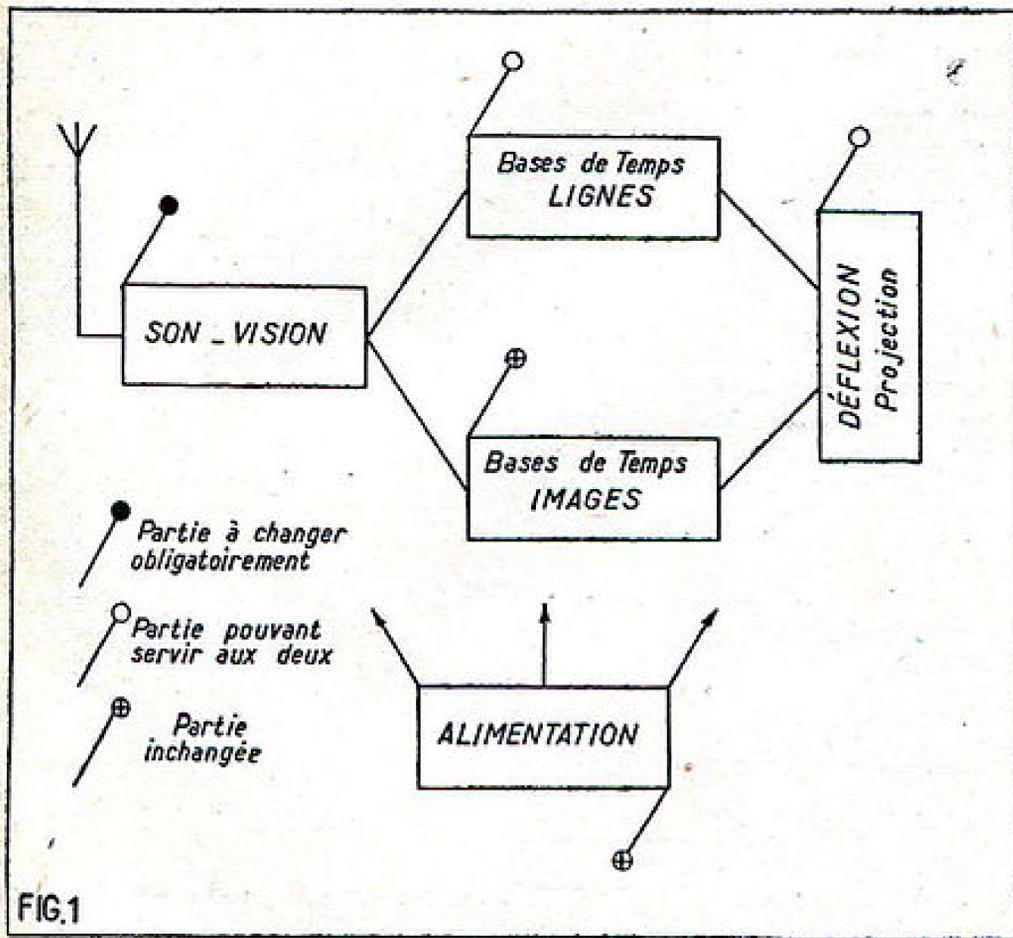

Figure 1. — Indications schématiques sur les parties à changer pour la moyenne définition.
1. Votre récepteur ne marche pas, même après les premiers essais exceptionnels. Il ne vous reste qu'à vérifier les tensions pour faire votre diagnostic. Pour cela il faut sortir le châssis de l'ébénisterie, opération souvent compliquée, toujours ennuyeuse, et véritable travail de force, lorsque la panne survient à un téléviseur. Pour éviter tout ce travail inutile, il faut le dire, une grande usine américaine a eu la bonne idée de créer un socle intermédiaire qui se place entre le support et la lampe. Ce socle est muni d'un rebord, sur lequel viennent s'appuyer de petites lamelles (fig. 1). Chacune d'elles est en contact avec une broche de la lampe. De cette façon les tensions peuvent être lues sur le dessus du châssis et le travail s'en trouve grandement facilité. A notre connaissance, cette pièce, véritable œuf de Colomb, n'existe que pour lampes miniatures ou Noval.
Nous avons bien cherché à faire ressortir que notre téléviseur à projection — comme d'ailleurs tous ses congénères — ressemblait fortement aux appareils à vision directe. Tout comme il est possible d'employer un tube cathodique déterminé pour des définitions très différentes, on peut sans inconvénient doter un 441 lignes d'un ensemble à projection. Notre figure 1 montre schématiquement quelles parties resteront communes aux deux possibilités. Il est, par exemple, parfaitement faisable de placer devant cette nouvelle réalisation un châssis à grande sensibilité comme celui déjà décrit dans notre numéro d'août 1952.